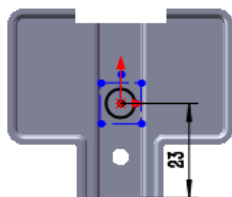

图 16.6.47 编辑草图
(4) 编辑草图，如图 16.6.47 所示。退出草图环境，完成成形特征 3 的创作。